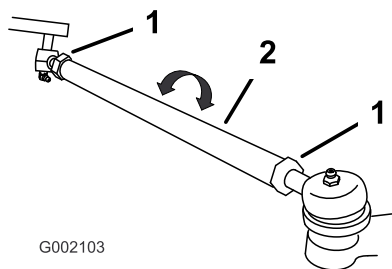

図 33
4. 前後の測定値の差が所定範囲 (0~6 mm) にならない場合は、タイロッド両端のジャムナットをゆるめて調整を行う (図 33)。